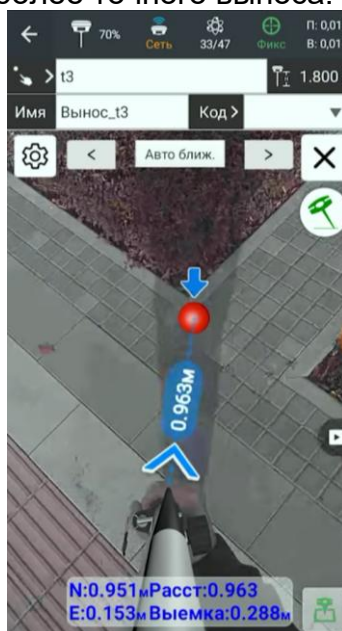

Рисунок 4.9.30
- При расстоянии меньшем, чем указано для перехода в режим **AR**, включается нижняя камера (Рисунок 4.9.30), которая отображает точку и виртуальную вежу для более точного выноса.